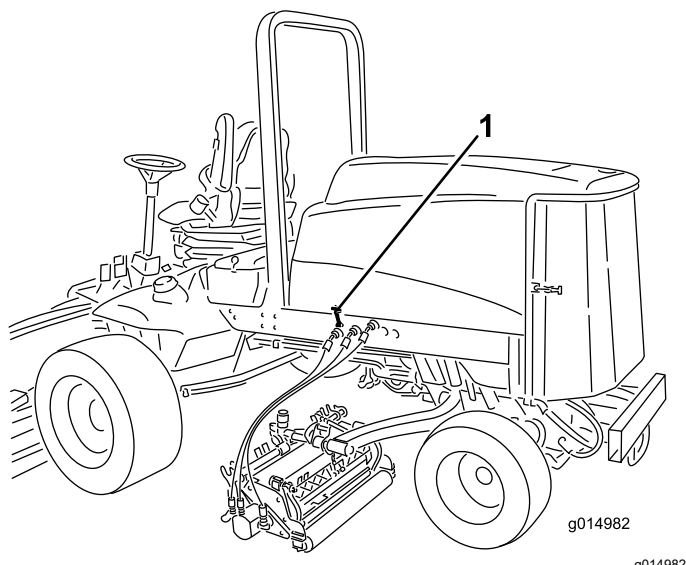

Figura 32
2. Desbloquee los cierres del capó y abra el capó (Figura 32).